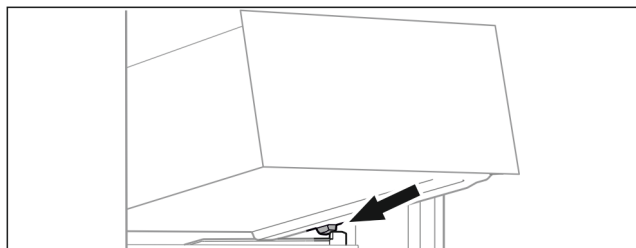

Fig. 33
- ▶ Założyć szufladę pod skosem za stoperami na żebro pojemnika. (patrz Fig. 33)